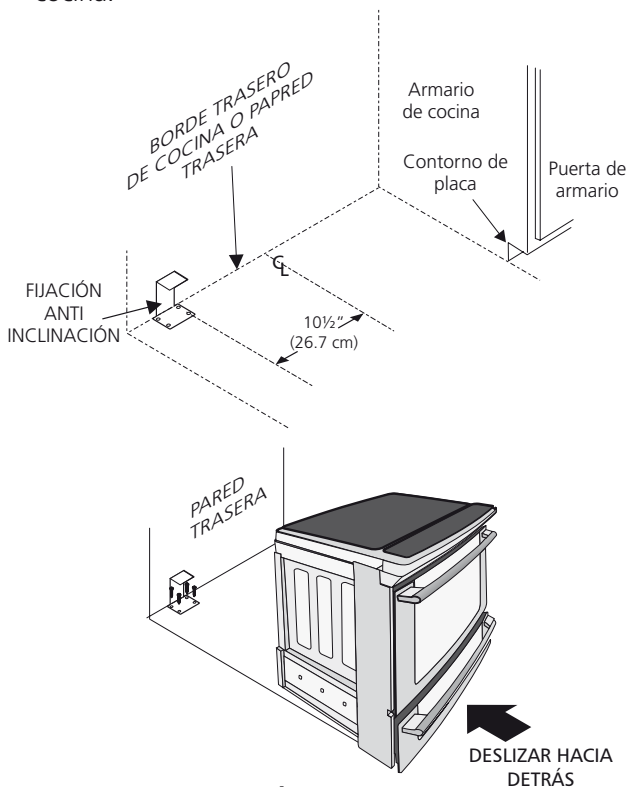

Figura 11
2. Desplegar el molde de papel y colocarlo alisado sobre el piso con el vértice posterior derecho posicionado exactamente en la intersección de las líneas central y posterior dibujadas anteriormente. (Si no se dispone de un molde, usar el diagrama incluido a continuación para ubicar las ménsulas (Figura 11)).
6. Deslice la cocina hacia su lugar asegurándose que la pata de centro trasera está completamente segura con el soporte anti-inclinación (figura 11). Baje la cocina ajustando las 4 patas de nivelación hasta que la plancha de cocinar está apoyada en el mostrador. Refiere a la "Nivelación de la cocina" a la página 6.